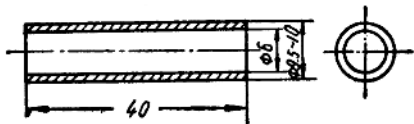

图2 木套管(或胶皮管)
(1) 严格掌握钎尾中心孔的加工规格:钎尾中心孔要保持在正中的位置,如果操作中钢针冲孔不能保证孔位居中的时候,也可以使用车床或用鑽床来車鑽。孔径为8—10毫米,孔深为80—90毫米。
(2) 严格掌握水针的加工质量:加工后的水针应保证成为一条直线,直径符合要求。
(3) 加防磨套管:在钎尾尾部装进一个长40毫米、外径9.5—10毫米、内径6毫米的柳木套管(图2),它見水后膨胀,外壁紧靠钎尾孔壁,随着钎子旋轉,内壁和水针接触。